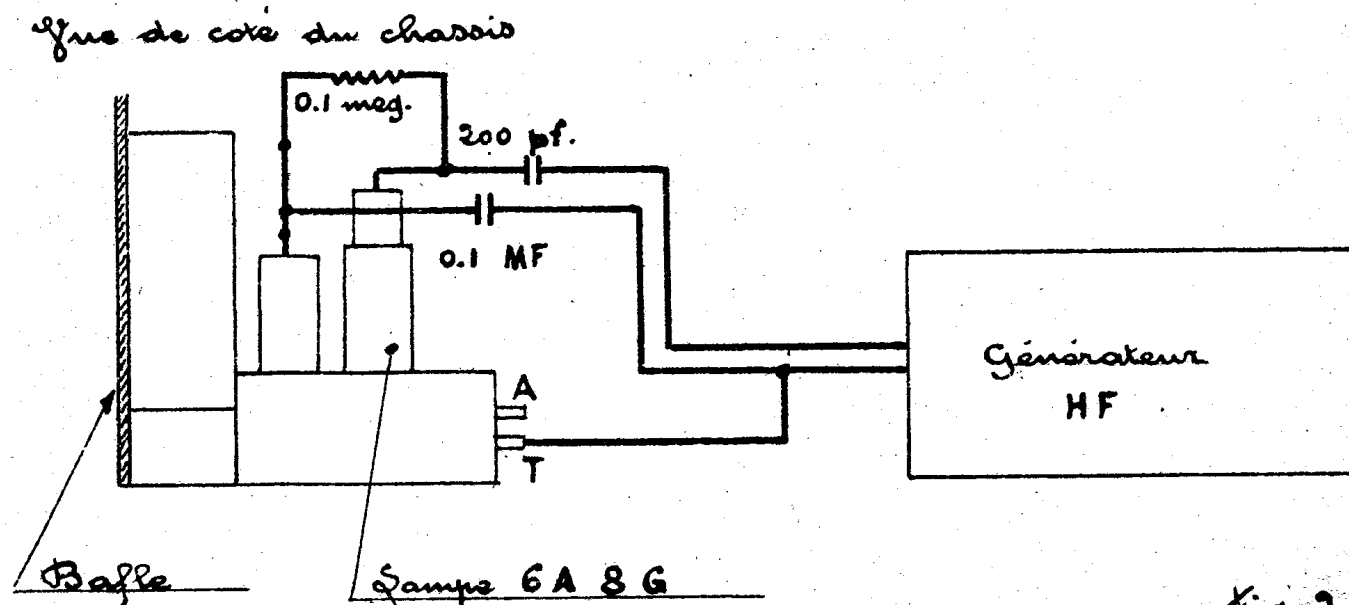

Fig. 2
- 1°) Mettre en service le générateur H.F. sur la fréquence susdite et raccorder ses fils de sortie au récepteur suivant fig. 2
Ce réglage s'effectue sitôt après les réglages M.F. du récepteur. Débrancher le générateur H.F. de l'endroit prévu (fig.2) et remettre la connection de grille de la lampe 6 A 8 G au sommet de l'ampoule.